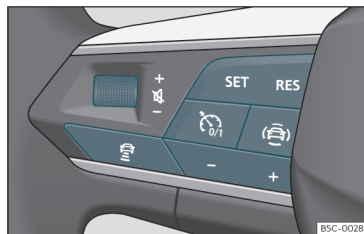

Fig. 151 Sul volante multifunzione: tasti di comando dell'ACC
Il veicolo è dotato di ACC se possiede un menu di configurazione nel sistema di infotainment>>> pag. 91, e se hai i tasti della funzione ACC sul volante multifunzione>>> **fig. 151**.
- Per avviare la regolazione premere il tasto **SET**»» fig. 151.
Per programmare la velocità premere i tasti + o - >>> **fig. 151** fino alla velocità desiderata. La velocità viene regolata secondo intervalli di 10 km/h (5 mph).
>>> **fig. 151**.